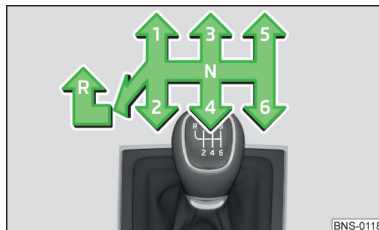

Fig. 257
En la palanca de cambios se presenta el esquema de cambio para cada posición de marcha » fig. 257.
- Presionar hacia abajo la palanca del cambio y colocarla completamente hacia la izquierda y luego hacia adelante en la posición **R** » fig. 257.